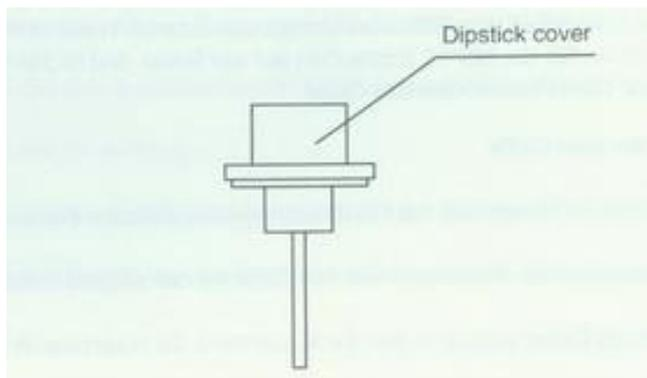

Bild 6
9.3 Öffnen Sie den Tankdeckel und ziehen Sie den Messstab raus. Siehe Bild 6.